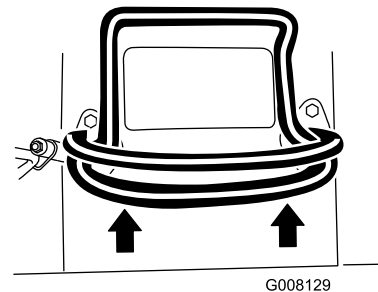

Figure 9
- Pour vous déplacer en marche avant, poussez la commande de déplacement en avant (Figure 9).